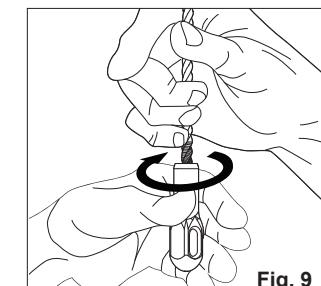
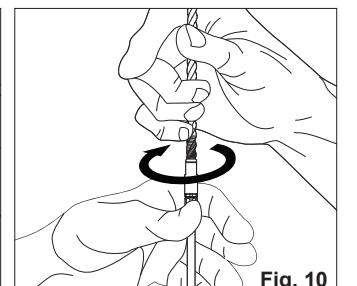

Fig. 9
Fig. 10
- Screw on the fish tape tip/leader counterclockwise on the PET tape using pliers, if needed (Fig. 9 / Fig. 10). Wipe away excess adhesive. Let the adhesive cure at least 24 hours prior to heavy pulls. For lighter pulls, the PET tape can be used immediately.
- Visser la lèvre / le bout du ruban de tirage à gauche sur le ruban PET à l'aide de la pince, si nécessaire (Fig. 9 / Fig. 10). Essuyer l'excès de adhesivo. Laisser durcir le adhesivo pour au moins 24 heures avant d'entreprendre des tirages lourds. Pour des tirages légers, il sera possible d'utiliser le ruban PET tout de suite.
- Atornille la punta / guía de la cinta pasadora hacia la izquierda de la cinta PET con la ayuda de las pinzas, de ser necesario (Fig. 9 / Fig. 10). Limpie el exceso de adhesivo. Deje reposar el adhesivo durante, al menos, 24 horas antes de hacer tiros pesados. Con tiros ligeros, es posible usar la cinta PET inmediatamente.